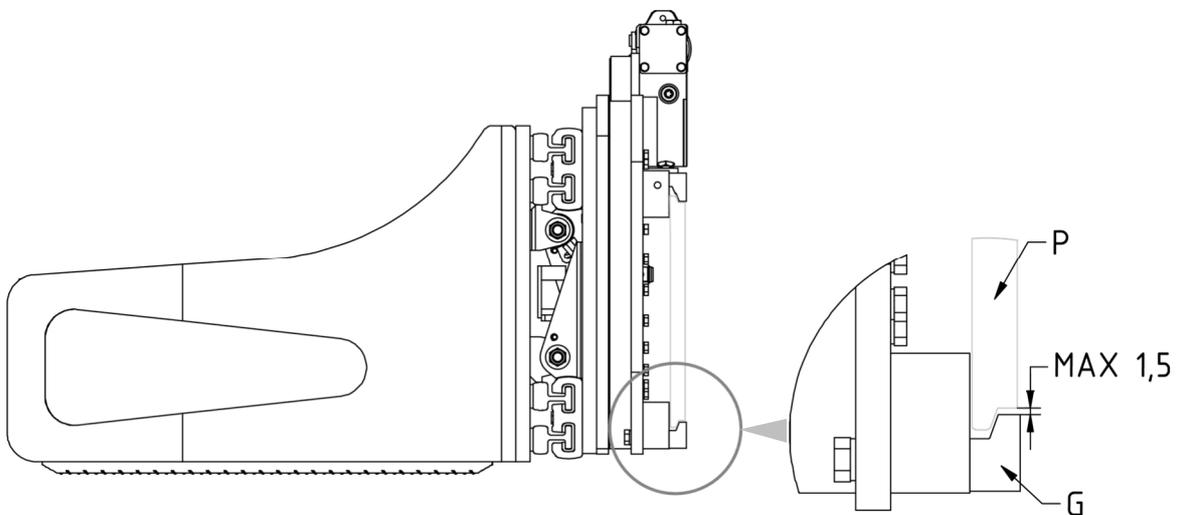

Abbildung 4
7. Schrauben Sie die 2 unteren Haken **G** so an, dass ihr Körper auch unterhalb der Gabelträgerplatte **P** eingehängt bleibt (mit einem Spiel von max. 1,5 mm, siehe Detail *Abbildung 4*) und ziehen Sie sie mit dem in der *Tabelle 3* genannten Anzugsmoment an.